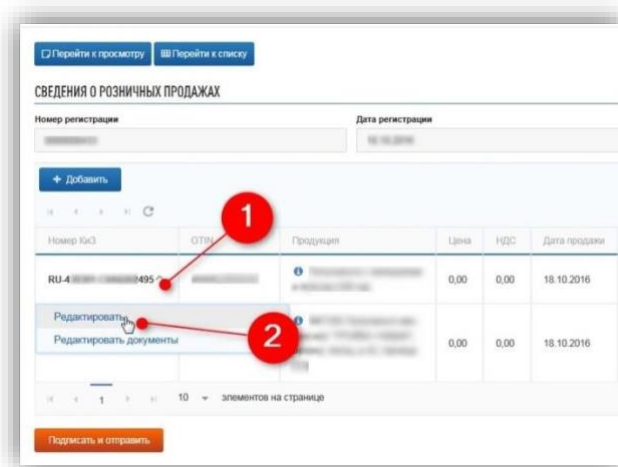

Рисунок 112 – Редактирование цены товара
– Чтобы указать цену товара, нажмите на символ «v» в поле с номером КиЗ и выберите в выпадающем списке пункт меню «Редактировать» (рис. 112).